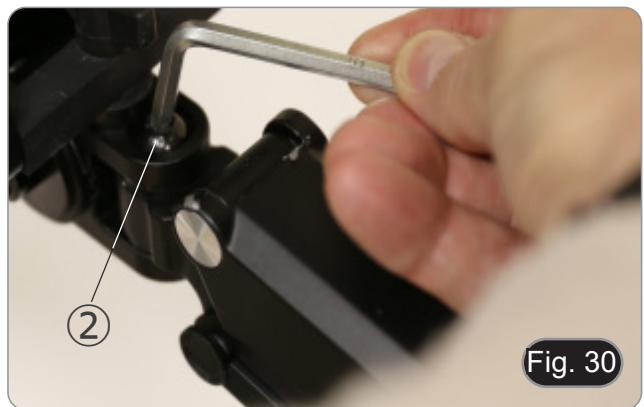

Fig. 30
1. Utilizando uma chave Allen de 6 mm (P), desaperte o parafuso ②, rode a câmara para a posição pretendida e, em seguida, aperte o parafuso. (Fig. 30)